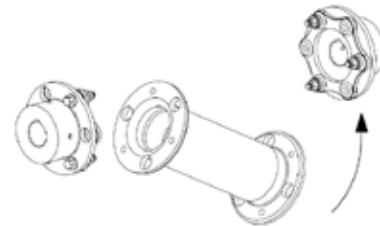

Figura 3 - posizionare lo spaziatore tra i mozzi.
- 3.1. Posizionare lo spaziatore tra i mozzi come mostrato nella Figura 3.